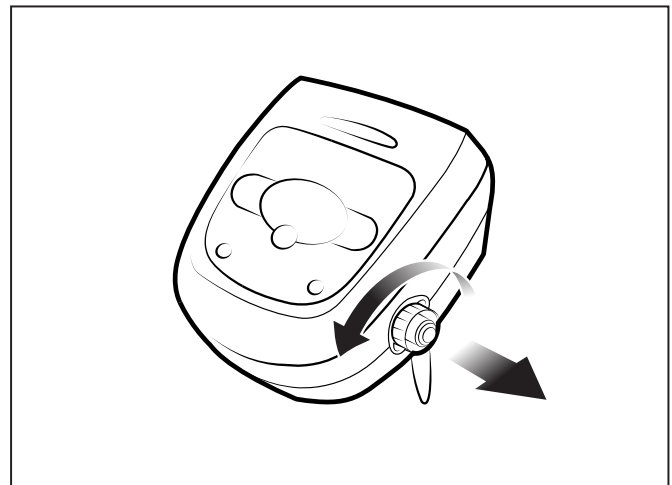

Figura 3. Retire la tapa protectora
- **EE. UU.:** Según los requisitos de NEC®, mantenga la caja de control por lo menos a 11,5 ft (3,5 m) del borde de la piscina. **CANADÁ:** Según los requisitos de CEC, mantenga la caja de control por lo menos a tres (3) m (10 pies) del borde de la piscina.
1. Desatornille la tapa protectora del cable flotante del costado de la caja de control girando en sentido contrario a las agujas del reloj (Figura 3).